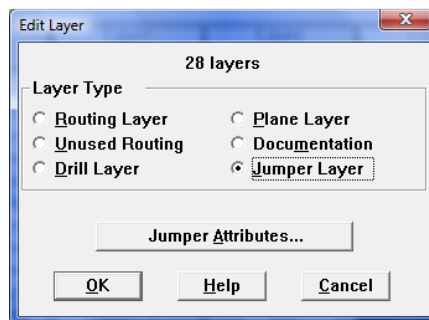

Fig. 26.
- Clic în «**Edit Layer**» pe butonul radio «**Jumper Layer**» pentru a defini stratul TOP ca jumper (fig. 26).